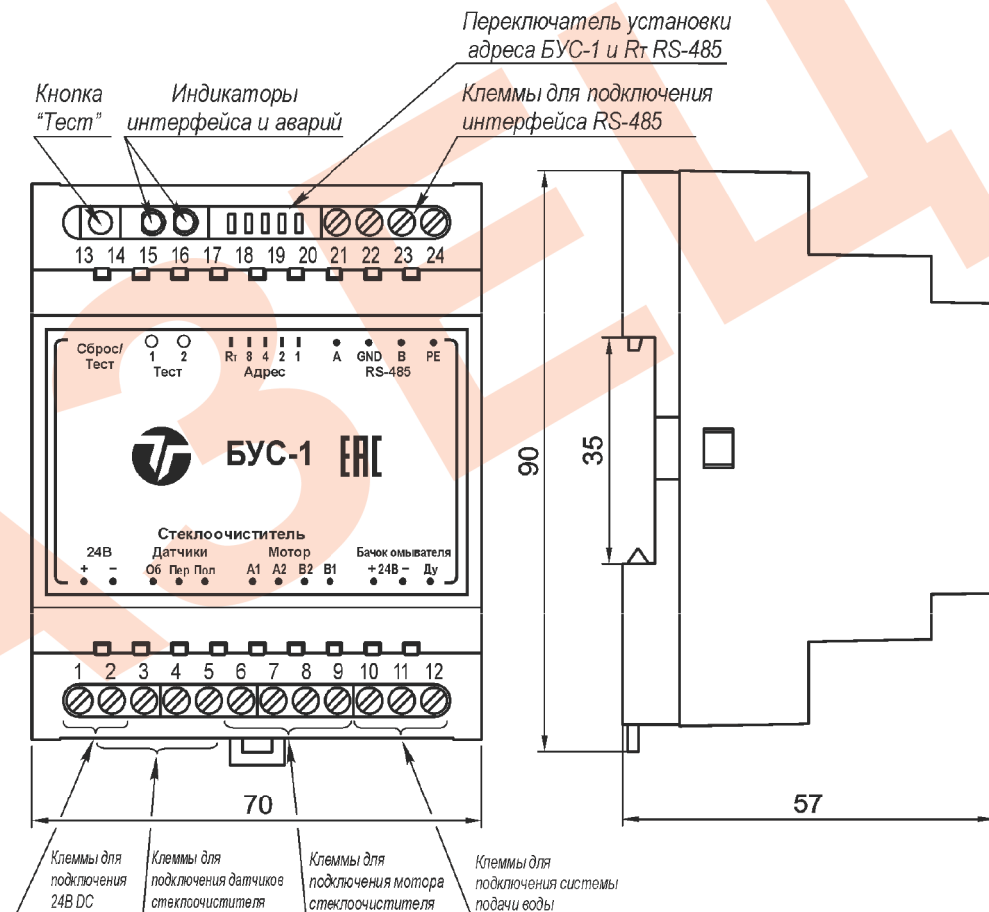

Рис.3 Внешний вид и габаритные размеры БУС-1.
6. Блок управления стеклоочистителем БУС-1 (см. рис.3)
Предназначен для тестирования оборудования. Запуск одиночного цикла очистки осуществляется командой управления протокола PelcoD «Set Auxiliary 1» (см. табл.1) или кнопкой «Сброс/Тест» на блоке БУС-1 (см.рис. 3).